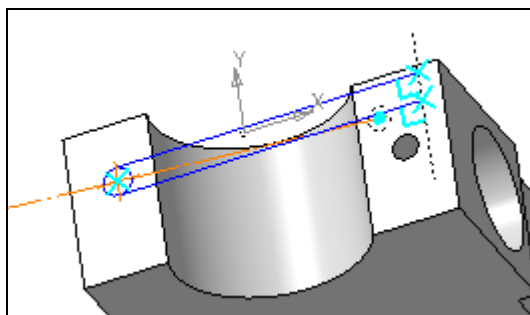

Рис. 4.39. Построение прямолинейных участков
- ◆ вызовите команду **Отрезок**. Используя привязку **Точка на кривой**, укажите первую точку отрезка. Далее укажите курсором ребро, до которого необходимо построить отрезок. Система создаст проекцию ребра на плоскость (рис. 4.39);